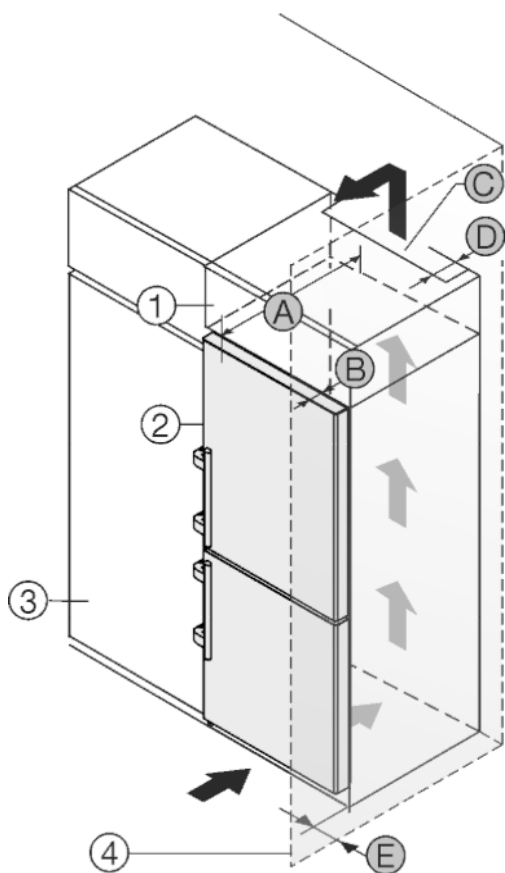

Fig. 47
Spotřebič lze zabudovat do kuchyňských skříní. K vyrovnání spotřebiče Fig. 47 (2) na výšku kuchyňské linky lze na přístroj nasadit nástavec Fig. 47 (1).
Spotřebič lze instalovat přímo vedle kuchyňské skříňky Fig. 47 (3). Aby bylo možné dvířka plně otevřít, musí spotřebič přesahovat o hloubku Fig. 47 (B) vůči přední linii kuchyňské skříňky. V závislosti na hloubce kuchyňských linek a použití vymeřovačů odstupů od stěny může spotřebič vyčnívat dále.
- Na zadní straně skříňky nástavce musí být větrací šachta hluboká alespoň hloubku Fig. 47 (D) mm přes celou šířku nástavce skříňky.
- Pod stropem místnosti musí být dodržen ventilační průřez Fig. 47 (C).
Pokud je spotřebič se závěsy instalován vedle stěny Fig. 47 (4), musí být dodržena vzdálenost Fig. 47 (E) mezi spotřebičem a stěnou. To odpovídá přesahu madla při otevřených dveřích.